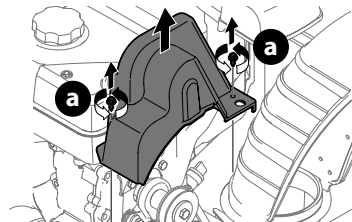

Figure 73
- Retirez les deux vis autotaraudeuses (a) pour enlever le couvercle de courroie en plastique devant le moteur. Voir (Figure 73).